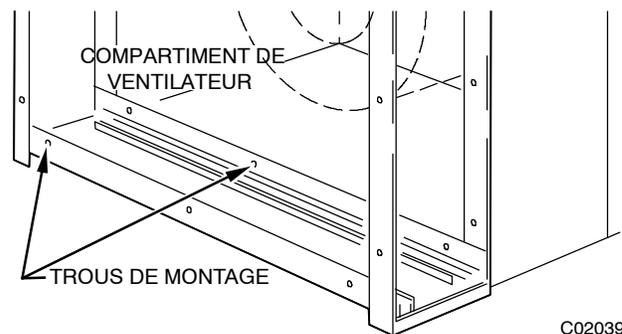

Figure 7 – Trous de montage
5. Des trous de montage sont fournis pour un raccord simple au système de conduits et au boîtier de l'appareil. Consultez la figure 7. Les trous de 3,6 mm (0,140 po) sont conçus pour des vis à tête no 8 ou des rivets de 3,2 mm (1/8 po). Si les conduits adjacents comprennent des brides, installez les vis de façon à ce que leur tête soit à l'intérieur du boîtier. On évitera ainsi que le filtre EZ-Flex soit endommagé durant le retrait et l'installation.